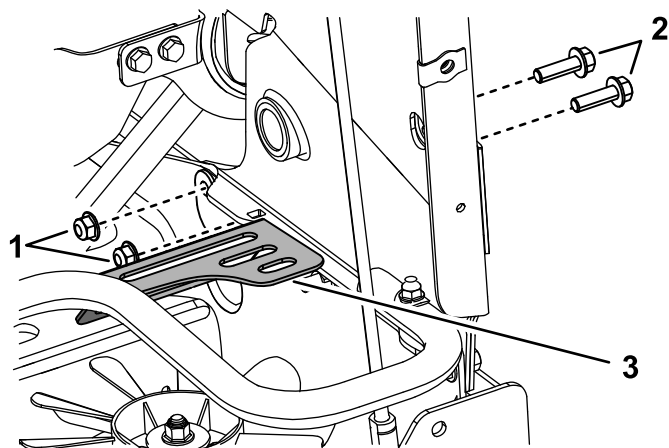

Figure 28
14. Retirez les 2 boulons et les 2 écrous sur le côté droit de la machine, et utilisez-les pour monter la protection du ventilateur (Figure 28). Serrez les boulons à un couple de 37 à 45 N·m (27 à 33 pi·lb).